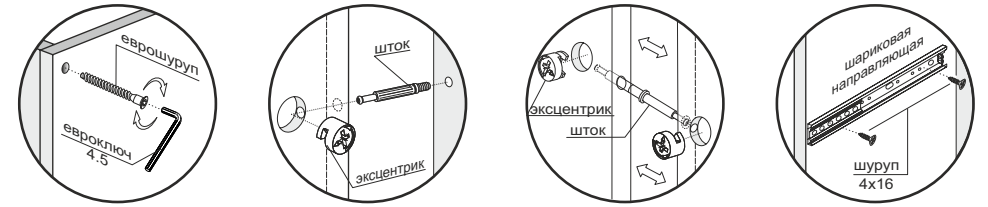

Рис.1
1. Шурупами 3x16 прикрутить подпятники к боковинам (1,2) (рис.1).
2. К боковине (2) и поперечинам (3,4) прикрутить направляющие шурупами 4x16. Направляющую от левого ящика к поперечине (3) прикрутить винтами-потай (рис.1).
3. Эксцентриками соединить поперечину (4) с крышей (7) (рис.1).
4. Крыши (5,6) стянуть между собой шкантами и двусторонними эксцентриками (рис.1).
5. Соединить поперечины (3,4), крыши (7,8) и заднюю стенку (9) еврошурупами (рис.1).
6. К собранной части изделия монтировать боковины (1,2) и соединенные крыши (5,6) с помощью шкантов и эксцентриков (рис.1).
7. Замерить диагонали секции (они должны быть равны: +/- 2 мм) и снизу вставить заднюю стенку из ХДФ (15) в пропилы боковины (2) и крыши (6). Затем ХДФ (15) закрепить с помощью фиксаторов с шурупами и прибить гвоздями 2x20 к поперечине (3) и стяжке (8) (рис.1).
8. Перевернуть изделие лицевой частью вверх. Прикрутить мебельную опору по центру стяжки (8) шурупами 4x16 П/Ш. Установить цоколь (18) на стяжку (8) с помощью шкантов и эксцентриков, затем зафиксировать с боковинами (1,2), прикрутив уголки 20x20 шурупами 4x16 (рис.1).